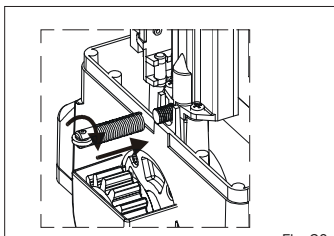
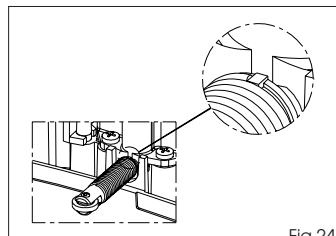

Fig.23
Fig.24
- Infilare la molla ruotandola in sensu orario, Fig.23, sino all'arresto vedi Fig.24.